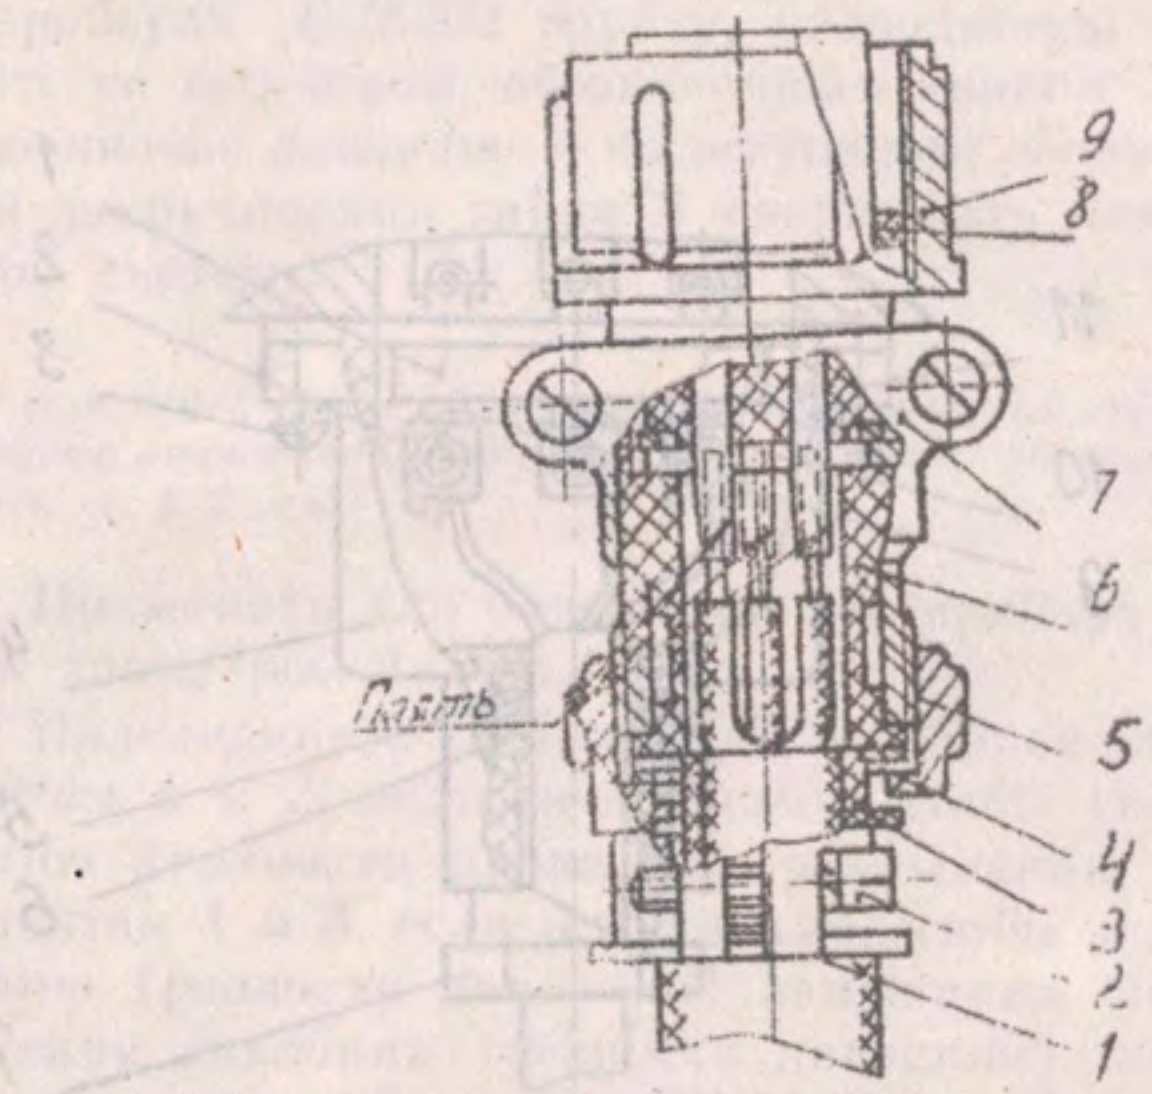

Рис.3. Подсоединение электрического кабеля к прибору с соединителем
1) отвернуть гайку 5 (рис.3) с кольцом 4 в розетке соединителя, разобрать патрубок 7, извлечь втулку 6;
4) производить сборку розетки соединителя, как показано на рис. 3, предварительно смазав все резьбовые части смазкой ЦИАТИМ-221;